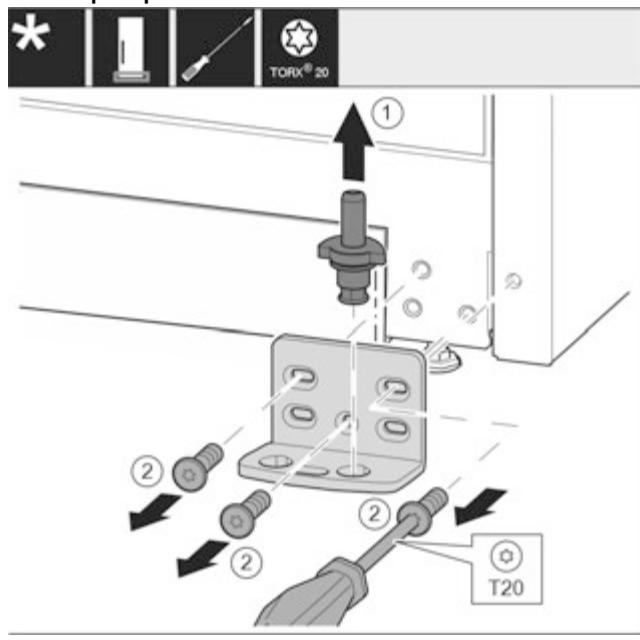

Fig. 12
- Опорний гвинт цілком витягніть рухом вгору. Fig. 12 (1)
- Викрутіть гвинти за допомогою викрутки T20 та зніміть опорний кронштейн. Fig. 12 (2)